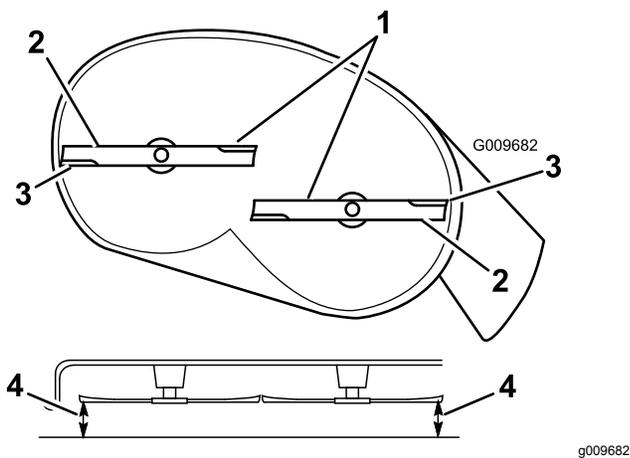
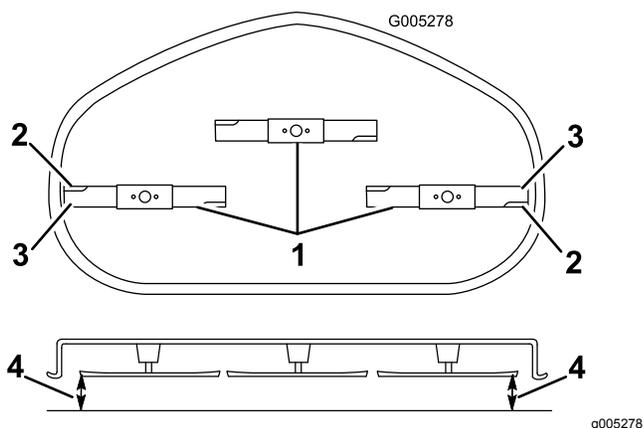

Figura 57
Figura 58
- Rode cuidadosamente as lâminas para que todas estejam alinhadas (Figura 57 e Figura 58).
- Meça entre as extremidades de corte exteriores e a superfície plana (Figura 57 e Figura 58).